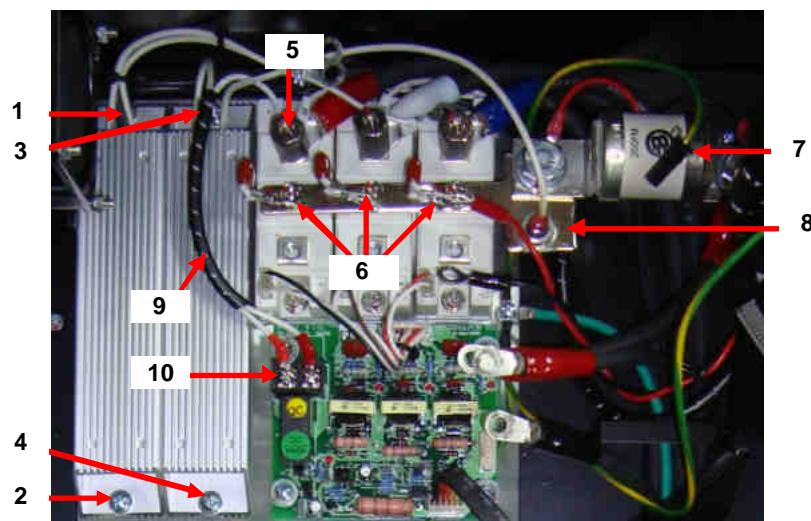

Рис. 6.17. Расположение разрядного резистора и цепи предзаряда.
6.14.1. Ослабить винт 1 на два-три оборота (рис.6.17).
6.14.2. Отвернуть винт 2 и снять разрядный резистор (рис.6.17).
##### 6.15.1. Совместный демонтаж резистора и диода предзаряда (рис.6.17).
##### 6.15.2. Демонтаж неисправного резистора (рис.6.17).
6.15.3. **Демонтаж неисправного диода предзаряда (рис.6.17).**